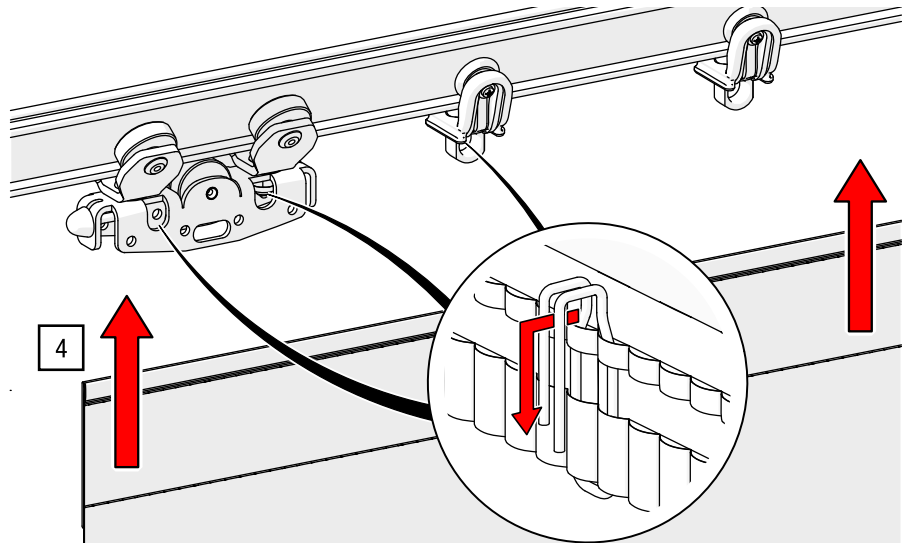

Abb. 68: Vorhang mit Vorhanghaken – Vorhang in Zugwagen Überzugbügel einhängen
4. Heben Sie den Vorhang an und hängen Sie die Stoffhaken in den oberen Löchern des Zugwagens sowie in die zentrale Aufnahme der Laufwagen ein (siehe Abb. 68).
5. Heben Sie den Vorhang an und hängen Sie die Stoffhaken in den oberen Löchern des Zugwagens mit Überzugbügel ein (siehe Abb. 68).